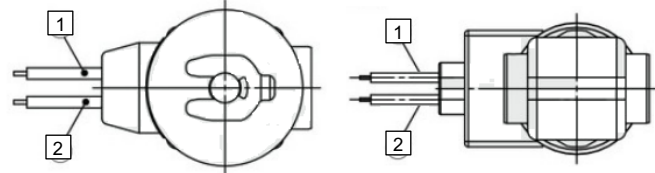

Figura 4. Salida directa a cable y Salida directa a cable con PCB
- No doble los cables más de 90° con un radio de menos de 20 mm; en caso contrario, pueden producirse daños. Véase la Figura 4.